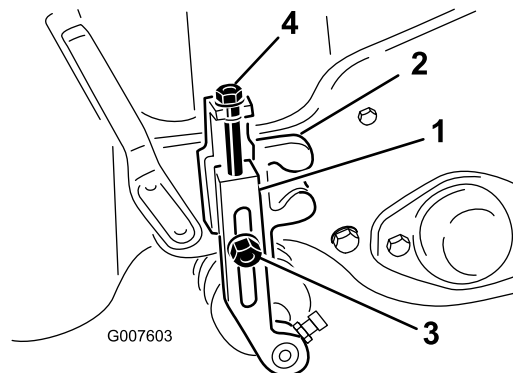

**Figura 47**
12. Pruebe el rendimiento de corte insertando una tira larga de papel de prueba del rendimiento de corte entre el molinete y la contracuchilla, perpendicular a la contracuchilla (Figura 47). Gire el molinete lentamente hacia adelante; debe cortar el papel.